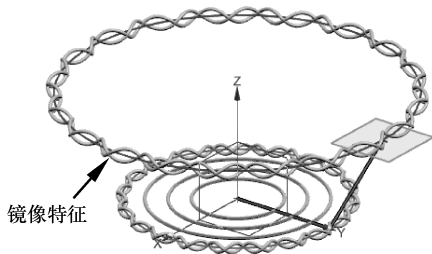

图 5-113 创建镜像特征
- 13 同理，再利用【镜像特征】命令，创建另一管道特征的镜像对象，如图 5-113 所示。